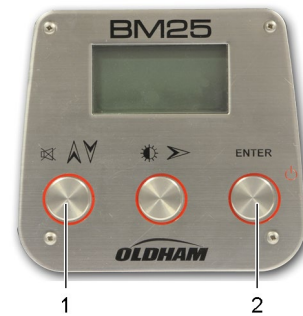

Figura 14: pressione 1 e 2 para selecionar o gás de calibração
- Figura 14: pressione 1 e 2 para selecionar o gás de calibração (ref. 1) para rolar para baixo a lista de gases. Estão disponíveis trinta e um (31) gases combustíveis na biblioteca. Escolha Outro para selecionar um gás de acordo com suas necessidades específicas.
- Pressione o botão Enter (ref. 2) para confirmar sua escolha.